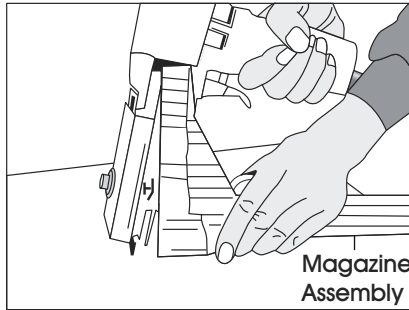

Figure 17
3. Retirez le magasin. (Voir Figure 17)